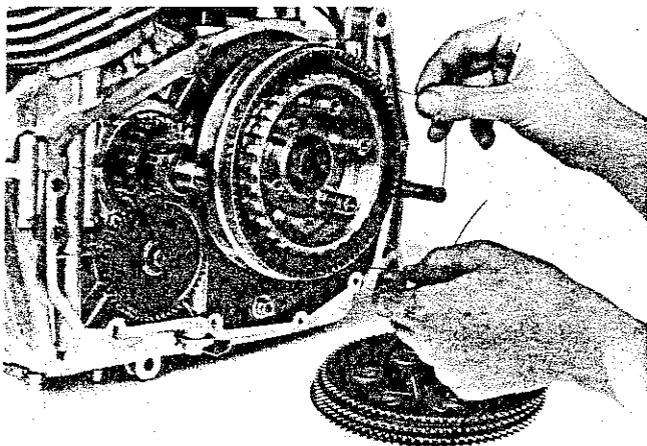

Fig. 110
- 7) Servendosi di due pezzetti di filo di ferro ad uncino tirare fuori i dischi della frizione (Fig. 110).
- 7) Remove the clutch plates with the aid of two pieces of steel wire with hooked ends (Fig. 110).